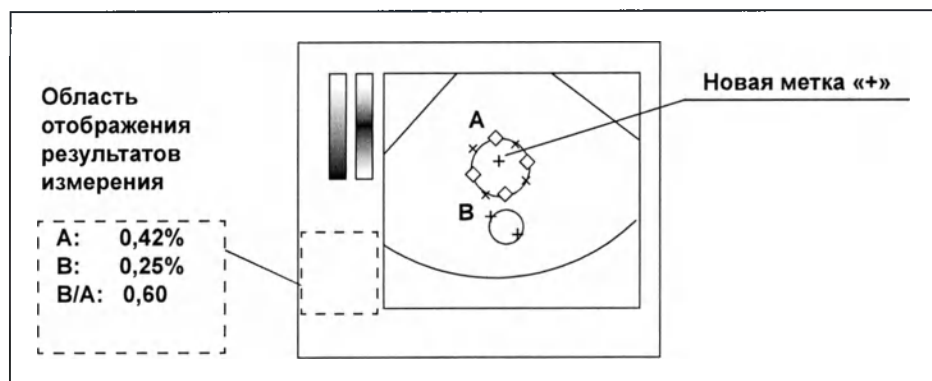

Рисунок 8.120
- 1 Выполните действия с 1 по 3 процедуры модификации расположения измеряемой области исследования деформации. В измеряемой области исследования появится метка «+», как показано на рис. 8.120. См. «○ Модификация расположения измеряемой области исследования деформации» на стр. 533.